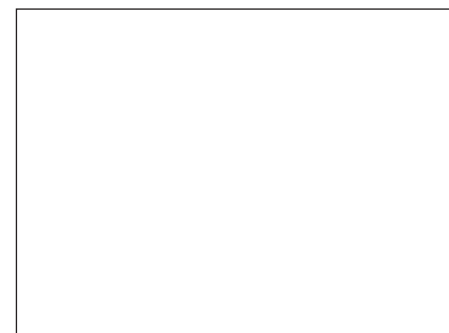

Fig.3
- tener espaciadores incorporados de 20mm por todos los lados para que no descansen directamente sobre materiales combustibles y para dejar espacio para el aislamiento de la construcción de alrededor. (Fig. 3)